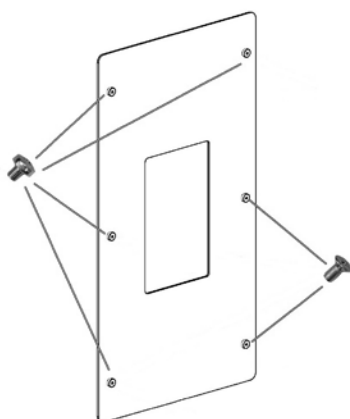

Fig. 46 - Visser les vis
- Visser les vis sur les douilles présentes sur le verre: 4 vis avec tête ronde et 2 vis avec tête plate (voir **Fig. 46**).